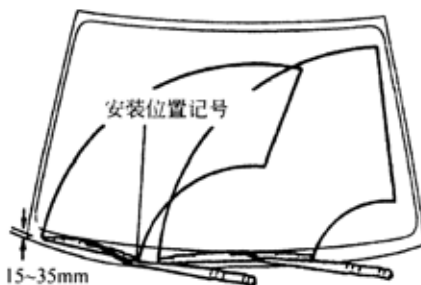

图 9-147
(3)如图 9-147 所示，用螺母安装前右刮水器臂，拧紧力矩：20N·m。安装位置记号：15~35mm。注意：用手向下扳铰链来紧固螺母。